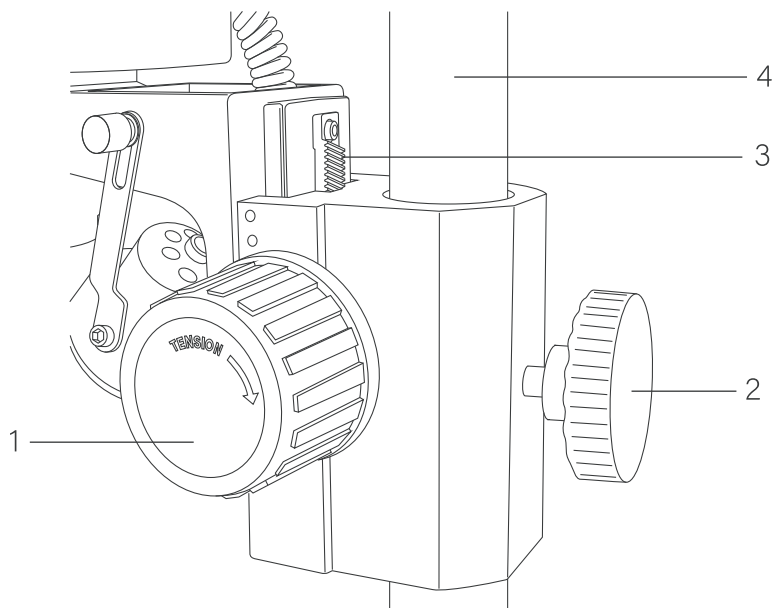

Рис. 4. Фокусирующий механизм.
Фокусирующий механизм предназначен для точного перемещения оптической головки для фокусировки микроскопа. Конструкция механизма включает зубчатую рейку 3 (рис. 4) с зубчатым колесом, расположенным внутри кронштейна оптической головки. Перемещение головки для фокусировки осуществляется рукоятками 1 (рис. 4), 12 (рис. 1), выведенными на обе стороны. Величина хода механизма фокусировки составляет 50 мм.
Оптическая головка микроскопа может быть отрегулирована по высоте исходя из высоты объекта исследования и рабочего расстояния объектива. Фиксация головки на необходимой высоте осуществляется маховиком 2 (рис. 4). Общая величина перемещения оптической головки составляет 125 мм
- Придерживая оптическую головку микроскопа ослабьте маховик 2 (рис. 4).